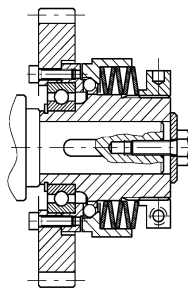
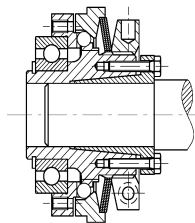

FIG. 3
FIG. 4
- Il fissaggio del dispositivo può essere effettuato assialmente con vite e rondella per la versione con foro e cava (FIG. 3) oppure mediante il calettatore integrato nella versione senza cava (FIG. 4). Possono essere utilizzati, su richiesta, anche anelli conici (FIG. 5).
- The device can be fixed axially with a screw and washer in the version with finished bore and keyway (FIG. 3) or with its locking assembly (FIG. 4). In addition to these std. fixing system can also be used a locking element (FIG. 5).